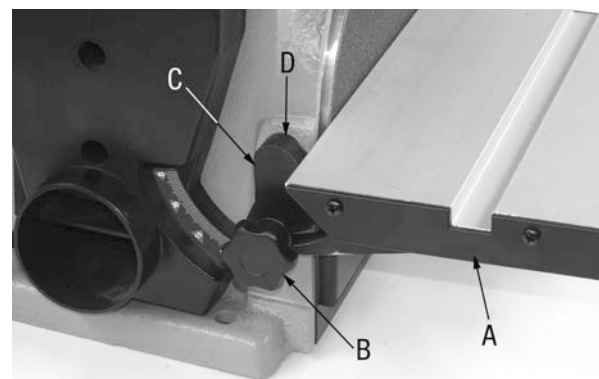

Figure 5
1. Localisez la table assemblée (A) Fig.5, rondelle et bouton de verrouillage (B) provenant du sac des pièces libres.
2. Positionnez le support de la table (C) dans le trou de montage (D) qui se trouve sur le côté de la base.
3. Placez la rondelle sur la tige du bouton de verrouillage (B) et insérez-les dans l'ouverture du support de la table (D), serrez le bouton de verrouillage pour fixer la table à la base.
2. Retirez le bouton de verrouillage de la table ainsi que la rondelle(B) Fig.5, maintenant retirez la table (A).